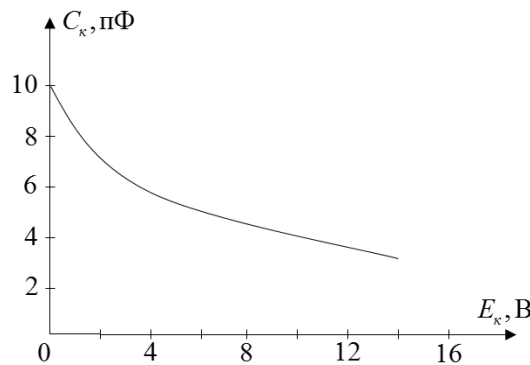

Рис.3.3. Иллюстрация к задаче 3.22
2. Емкость  $C_\kappa$  с ростом  $E_\kappa$  уменьшается (рис.3.3) с 5 пФ при  $E_\kappa = 5$  В до 4.2 пФ при  $E_\kappa = 7$  В. Принимаем, что  $\Delta C_{\text{вых}} = -0.8$  пФ, а также  $\Delta C_{\text{прох}} = -0.4$  пФ.